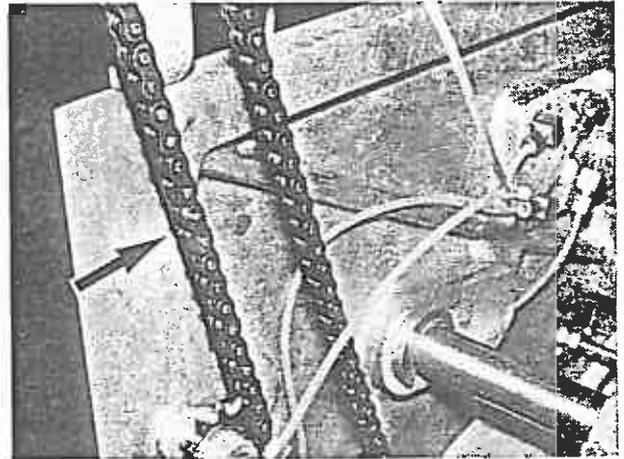

Bild 63
2. Kette entspannen, Kettenschloß (Bild 63/ Pfeil) an der Kette öffnen und abnehmen.